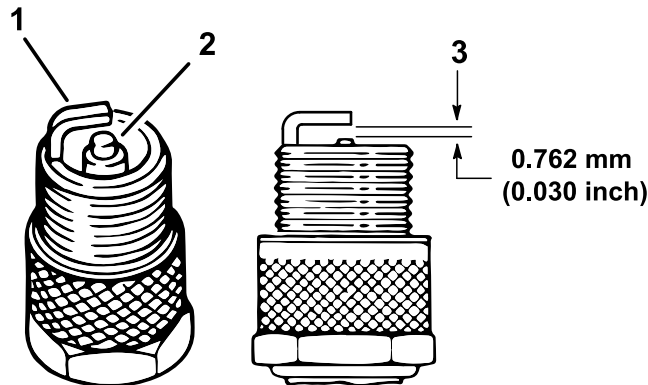

Figura 41
central para verificar que no están dañados (Figura 41).
5. Ajuste la distancia entre los electrodos central y lateral a 0.76 mm (0.03"), como se muestra en la Figura 41.